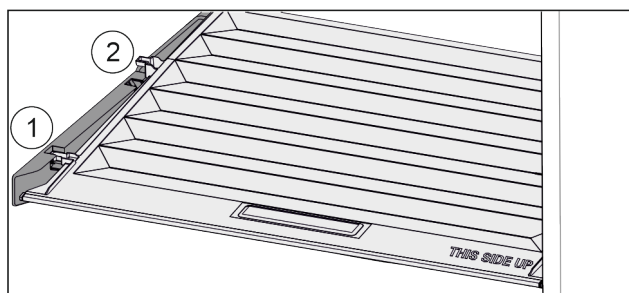

Fig. 39
- Кришку до отвору в деталях для підтримки потягнути вперед Fig. 39 (1).
- Підняти ззаду знизу та вийняти Fig. 39 (2) вгору.